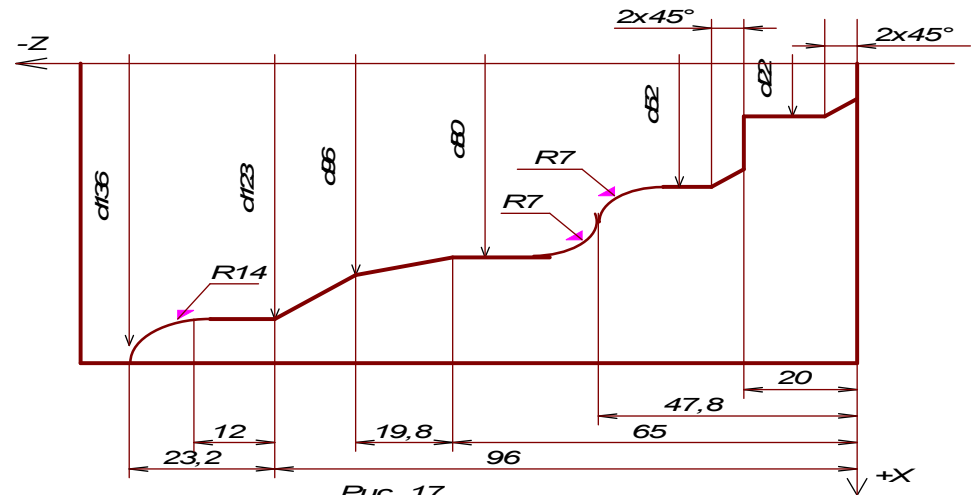

Рис. 17
ПРИМЕР УП ДЛЯ НАБОРА НА КАРТРИДЖ (РИС. 17):
4.15.1. ПРИМЕР ПРОГРАММЫ С ПРИМЕНЕНИЕМ ЦИКЛОВ L08, L10 К ЧЕРТЕЖУ ДЕТАЛИ (РИС.17).